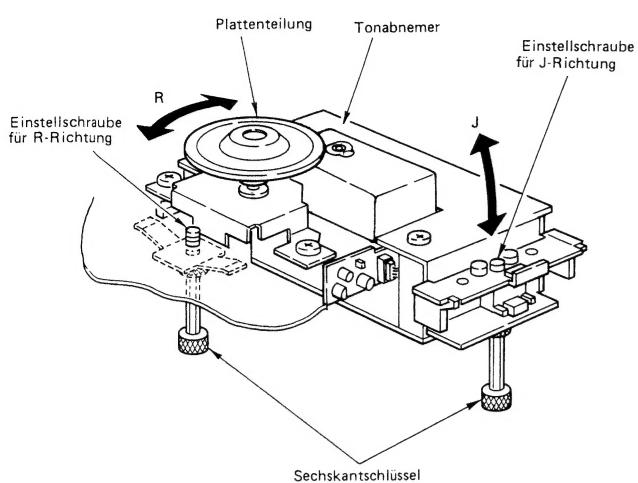
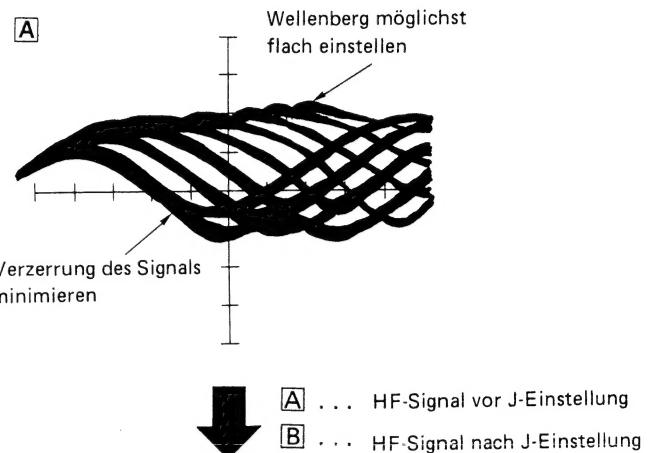

Abb. 11
Abb. 13
7) Die R-Richtung des Tonabnehmers einstellen (Abb. 11).
- 10) Die Taste **STOP** an der Steuereinheit drücken und dann noch einmal Taste **CD** drücken, um Spur 1 abspielen. Der HF-Signalpegel von Spur 1 (innerste Spur der CD-Platte) muß $1,5 +0,8/-0,7$ V betragen und das HF-Signal muß die in Abb. 13-B dargestellte Form haben.
- 8) Die J-Richtung des Tonabnehmers einstellen (Abb. 11). Hierzu die Einstellschraube für J-Richtung so drehen, daß das HF-Signal gemäß Abb. 13 von Zustand A in Zustand B übergeht.